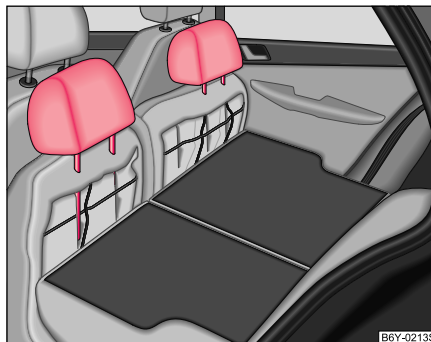

Fig. 50 Sièges arrière:
- Les appuie-tête peuvent être mis dans la banquette arrière rabattue dans les ouvertures prévues $\Rightarrow$ fig. 50.